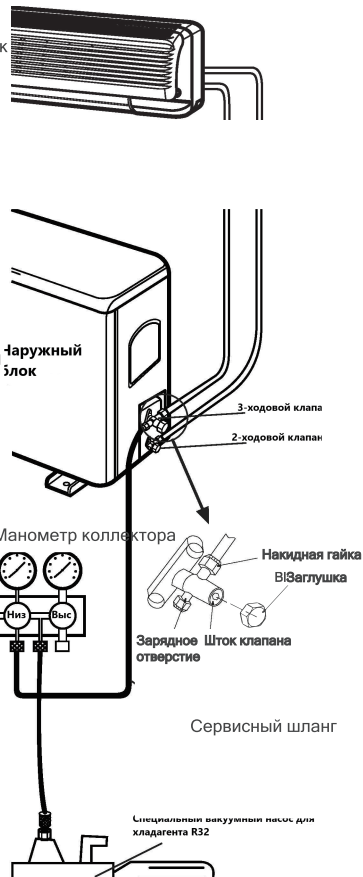

Рис.6
- 1.Проверьте правильность подключения трубопроводов, снимите крышку загрузочного отверстия, подсоедините манометр и вакуумный насос к загрузочному клапану с помощью шлангов, как показано на рис.6.